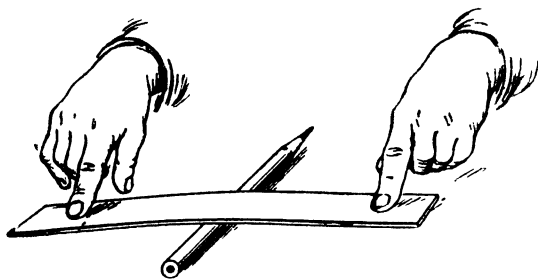

Рис. 81.
1. Узкую полоску оконного стекла или стеклянную трубочку опереть на круглую палочку. Затем, нажимая на концы обеими руками, легонько гнуть стекло, время от времени отнимая руки. Следить, что происходит со стеклом (рис. 81).